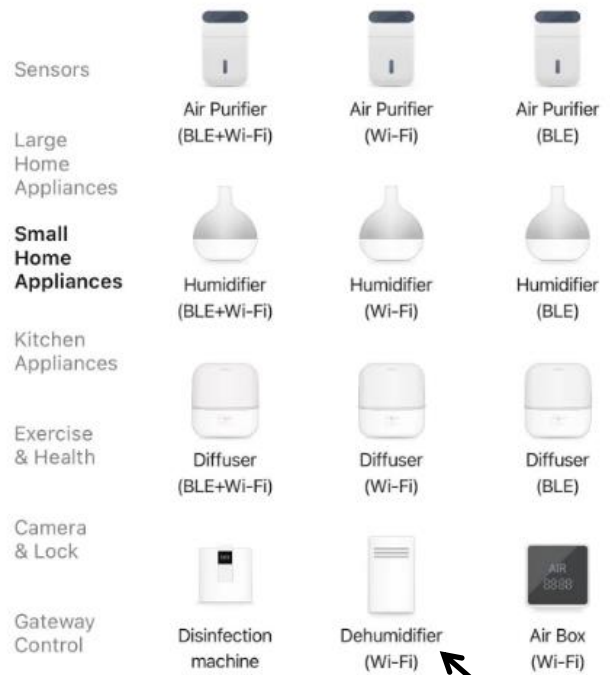

Fig.2
3. Zoek "Small Home Appliances" en tik op het pictogram "Dehumidifier (Wi-Fi)". (Fig.2)